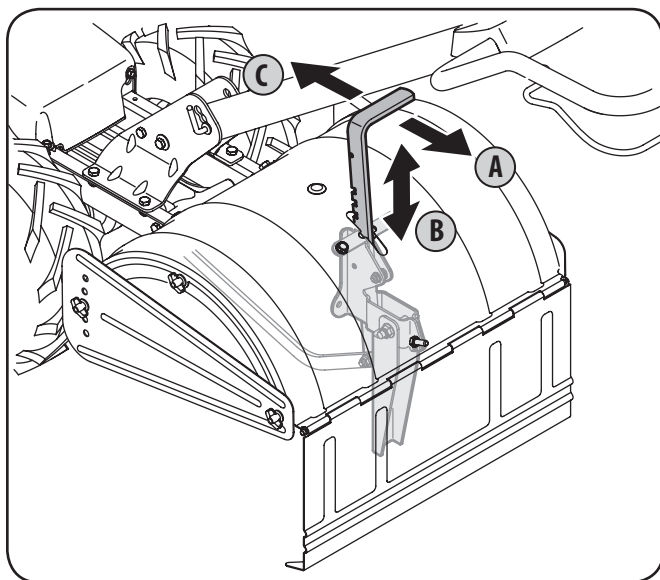

Figura 5-1
Tire la ménsula de ajuste de profundidad hacia atrás (A) y empuje hacia abajo (B) hasta que la ménsula alcance la muesca más alta. Vea la Figura 5-1. Luego suelte la ménsula (C).
Para ajustar la estaca de profundidad, tire la ménsula de ajuste de profundidad hacia atrás (A) y empuje hacia arriba o hacia abajo (B) hasta que la ménsula alcance la posición deseada, vea la Figura 5-1, luego suelte la ménsula (C).